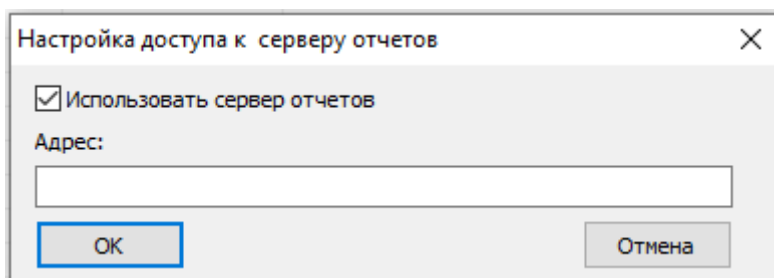

Рисунок 26. Настройка доступа к серверу отчётов.
8.8 При выборе настройки «Настройка доступа к серверу отчётов» появится окно с этим названием, Рисунок 26.